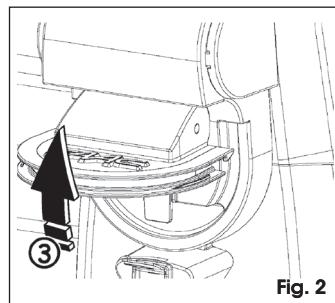

Fig. 2
2. Abra la tapa de desbloqueo, Fig. 2.